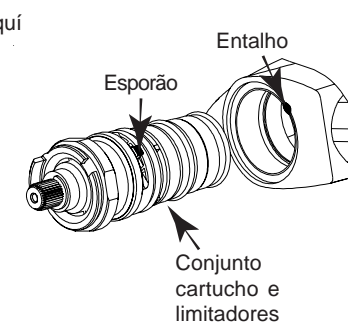

Fig. 6
- Empenhar o conjunto cartucho e limitadores no corpo, orientado o esporão com o entalho (fig. 6).
- Verificar que o traço negro seja correctamente alinhado com a ranhura (fig. 6).